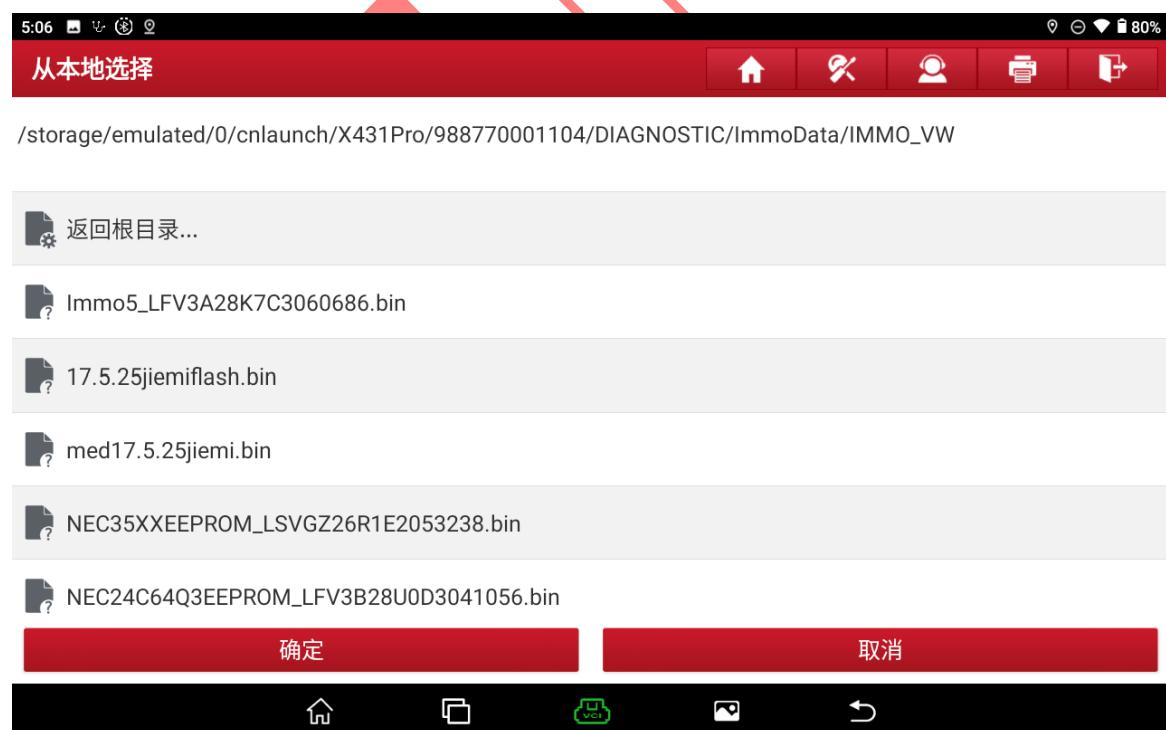

图 58
58. 点击 17.5.25jiemiflash 文件选择“确定”进入如图 58;